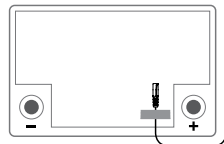

Figura 4
El sensor de temperatura externo ajustará la tensión de carga de acuerdo con la temperatura real de la batería de servicio. La tensión de carga se reduce a temperaturas más altas y aumenta a temperaturas más bajas. Si es posible, el sensor de temperatura debe estar unido a la batería de servicio o lo más cerca posible de ella. (Véase la figura 4)
6. Use cinta adhesiva (véase la Figura 4) para fijar el sensor de temperatura a una superficie limpia y encima de la batería de servicio. Coloque el sensor lo más cerca posible del borne positivo.